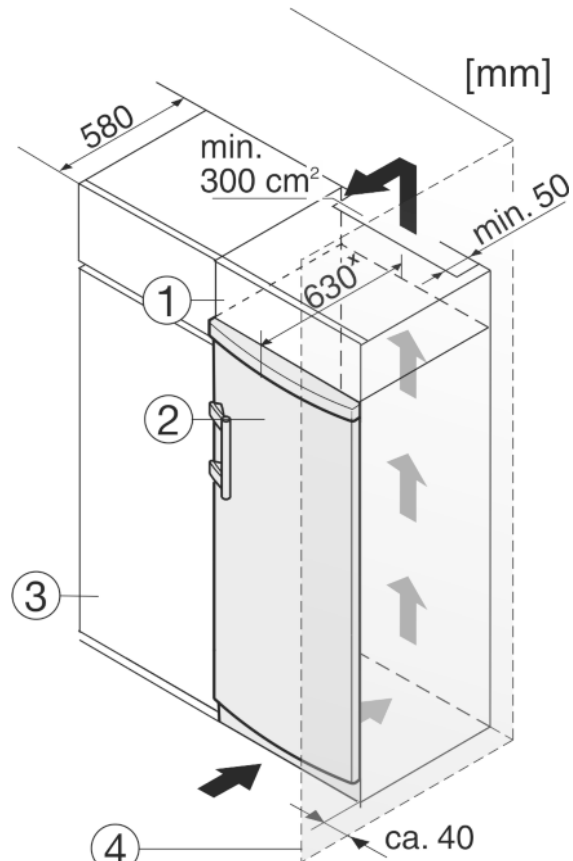

Fig. 10
Das Gerät kann mit Küchenschränken umbaut werden. Um das Gerät Fig. 10 (2) der Küchenzeilenhöhe anzugleichen, kann über dem Gerät ein Aufsatzschrank Fig. 10 (1) angebracht werden.
Beim Umbau mit Küchenschränken (Tiefe max. 580 mm) kann das Gerät direkt neben dem Küchenschrank Fig. 10 (3) aufgestellt werden. Das Gerät steht seitlich 34 mm \* und in der Gerätmitte 50 mm \* gegenüber der Küchenschrankfront vor.
Wenn das Gerät mit den Scharnieren neben einer Wand *Fig. 10 (4)* aufgestellt wird, muss der Abstand zwischen Gerät und Wand mindestens 40 mm betragen. Dies entspricht dem Griffüberstand bei geöffneter Tür.